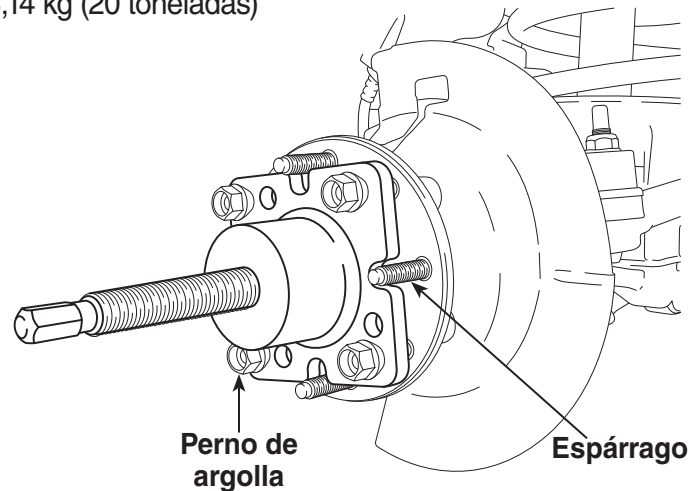

Figura 1
3. Alinee los agujeros del perno en el extractor con los espárragos en el conjunto del cubo como se muestra en la figura 1. Vuelva a instalar los cuatro pernos de argolla para sujetar el extractor en el cubo de la rueda.